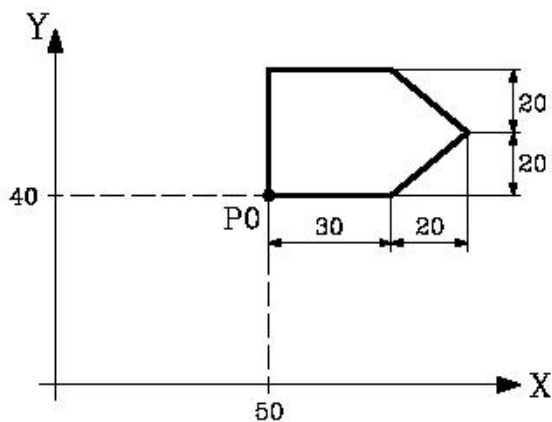

图 3-13 G92 工件坐标系设置
1. 如图 3-13 所示, G92 设置的工件坐标系对应的原点为机床坐标系下的值, 与工件坐标系没有关系。G92 有四个命令字, 分别是 G92、G92.1、G92.2、G92.3, 它们的意义分别是: